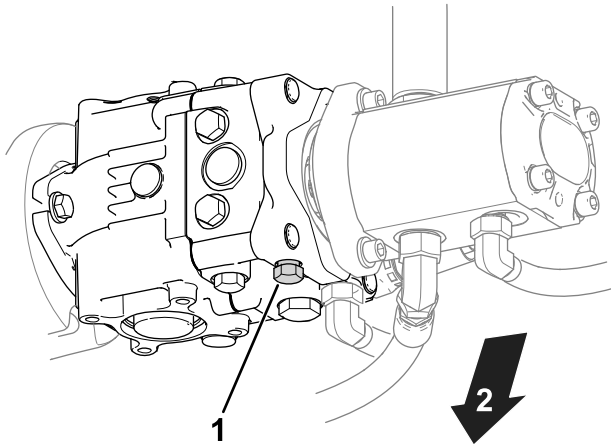

Figura 37
1. Localice la válvula de desvío en la bomba (Figura 37).